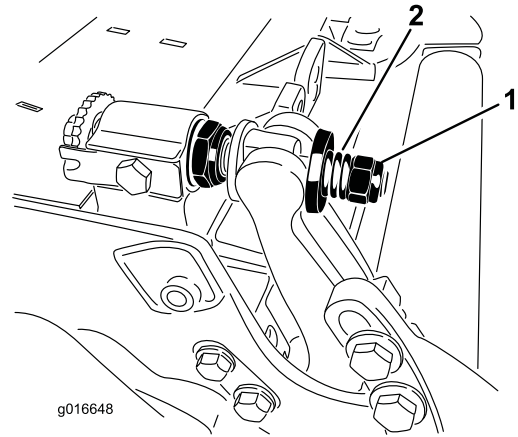

图31
- 均匀旋紧两端的锁紧螺母，直至用手无法再旋动外部钢垫圈。然后旋松锁紧螺母，直至刚刚可以用手旋动外部钢垫圈，但底刀架不再轴向串动。（图31）
10. 旋紧每个底刀架调节器组件上的螺母，直到加压弹簧完全压紧，然后往回松开 1/2 圈(图31)。